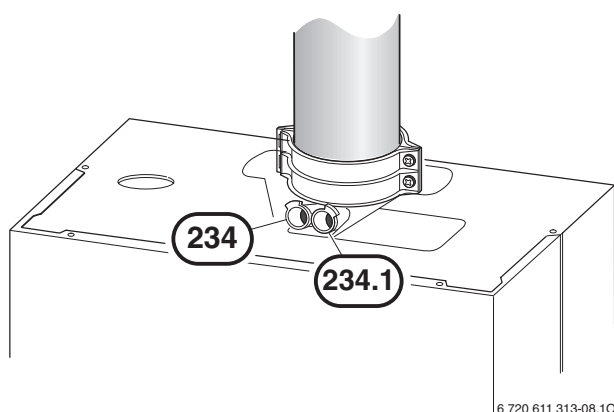

Fig. 59
- ▶ Enlever le bouchon de fermeture du raccord de mesure de l'air de combustion (234.1), (voir figure 59).
- ▶ Retirer le bouchon de fermeture du raccord de mesure des gaz brûlés (234), (voir figure 59).